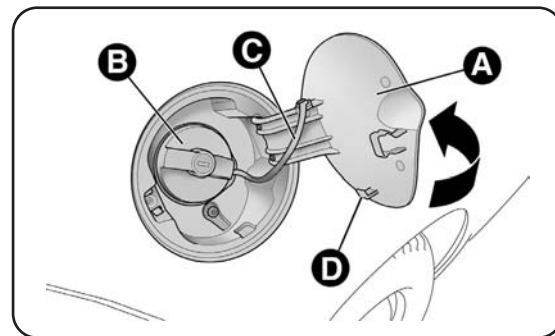

fig. 82
1) Apri lo sportello A-fig. 82 tirandolo verso l'esterno, mantieni il tappo B fermo, inserisci la chiave di avviamento nella serratura e ruotala in senso antiorario.